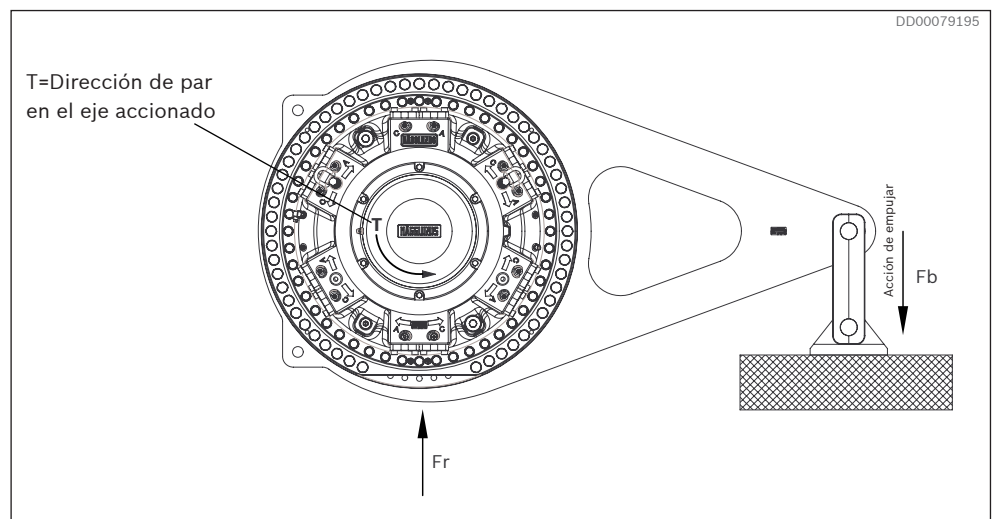
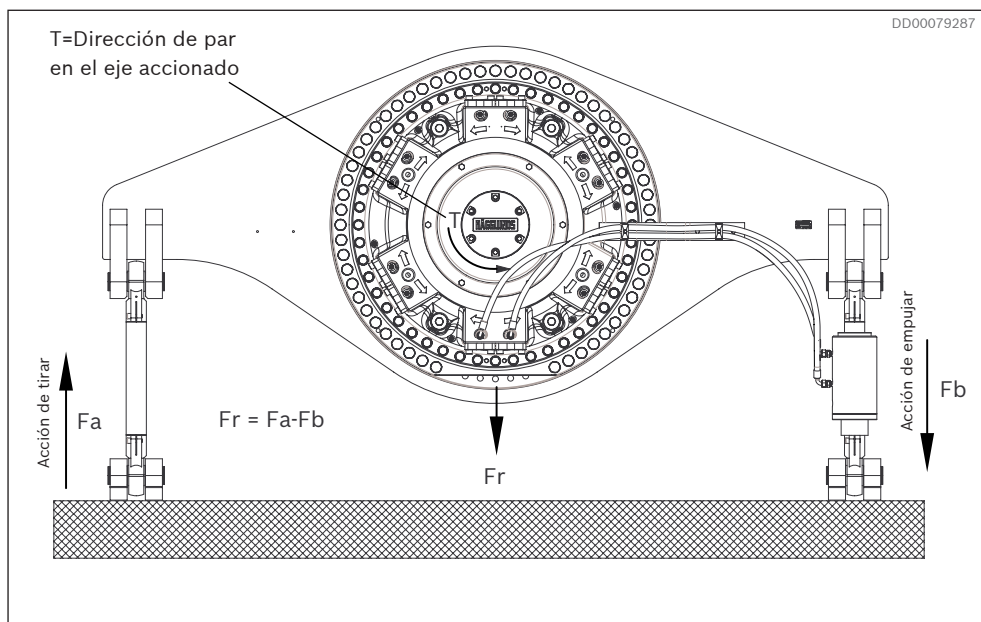

Fig. 25: Fuerzas externas F_r , F_b para TC A
Fig. 33: Fuerzas externas Fr, Fa, Fb para DTCBM
2. Engrase los tornillos (1).
3. Asegúrese de que la base pueda soportar las fuerzas procedentes del brazo de par, ver *Fig. 25, Fig. 33, Tabla 8 y Tabla 11*.
6. Apriete los tornillos (1) con el par indicado en *Tabla 6: Medidas de los tornillos*.
- ▶ Asegúrese de que la base y la máquina del cliente puedan soportar las fuerzas procedentes del brazo de par. Ver Fig. 25, Fig. 33, Tabla 8 y Tabla 11